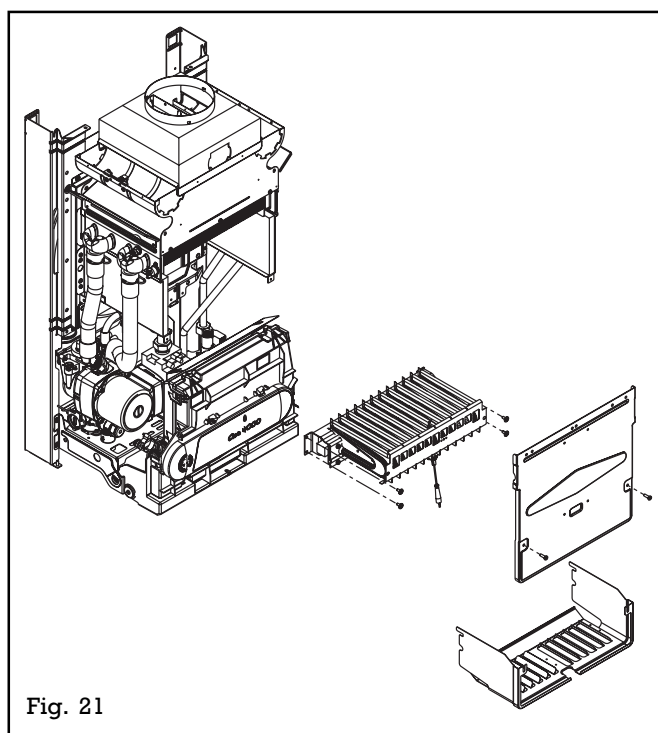

Fig. 21
- Déposer l'habillage (3 vis – fig.18), la face avant et le dessous de chambre de combustion (fig.21)